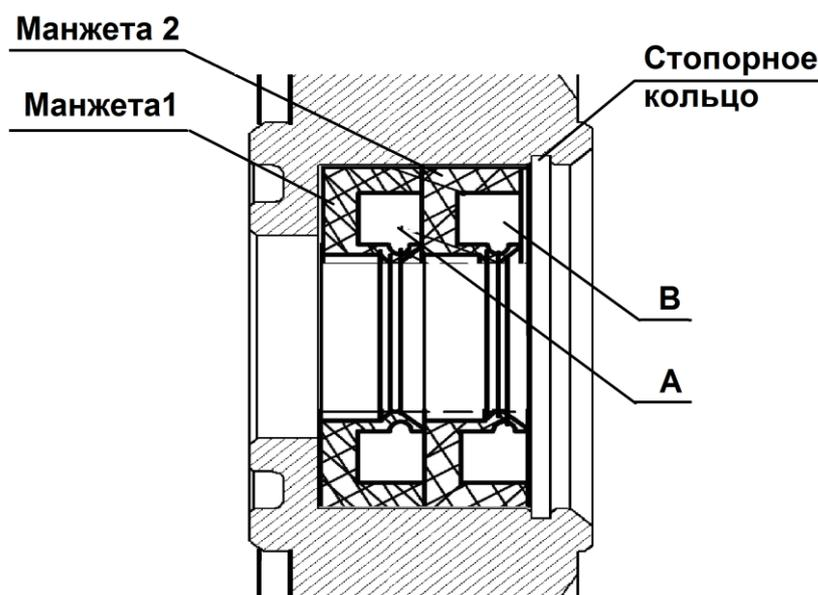

Рис. 18. Схема установки манжет.
7. Установку манжет производить согласно рис. 18 в следующем порядке: